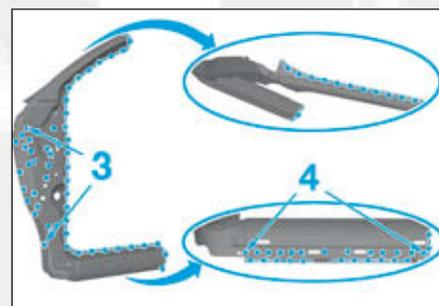

FIG.63
- Tracer et percer l'ensemble des points Ø 6,5 mm, en (3) et (4) (Fig.63).